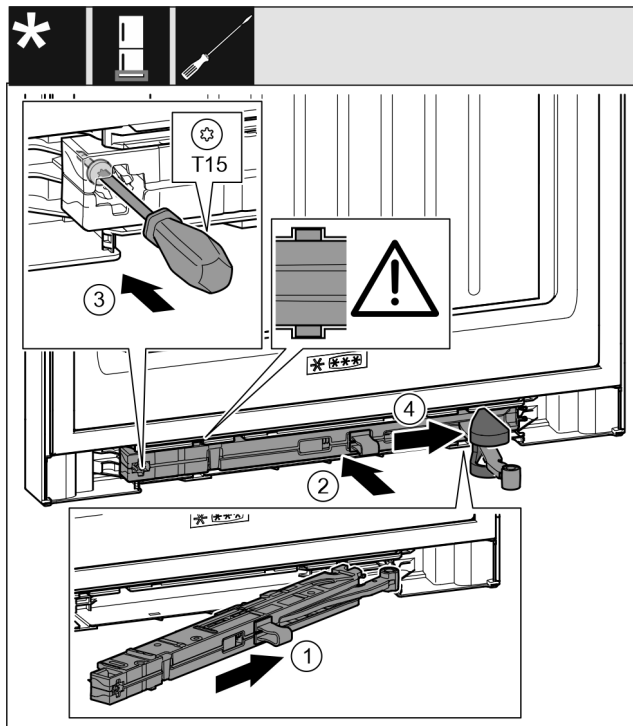

Fig. 46
- ▶ Jednotku tlumiče zavírání na straně stojanu ložiska zasuněte až na doraz šikmo do vybrání. Fig. 46 (1)
- ▶ Jednotku tlumiče zavírání zcela zasuněte do vybrání. Fig. 46 (2)
- ▶ Šroubovákem T15 pevně utáhněte šroub. Fig. 46 (3)
- ▶ Posuňte kryt přes kloub. Fig. 46 (4)